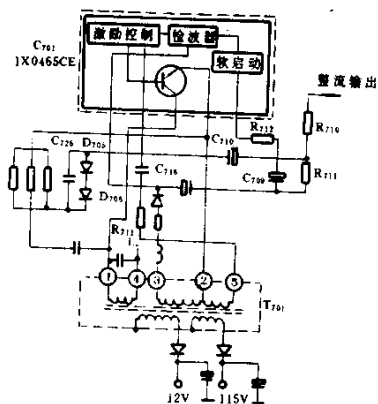
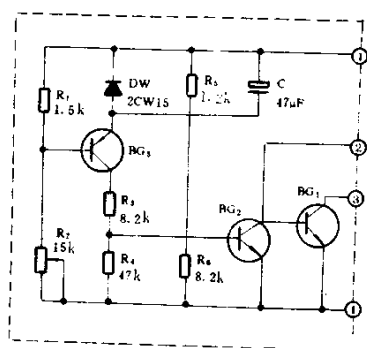

图 2-2-10 夏普 C-3700DK 彩电电源电路
图 2-2-11
目前，市面上的很多彩电都采用开关电源，尤其是进口彩电更为广泛。由于供电线路、电网等条件所限，彩电开关电源一般的故障率较高，并且很多情况都会烧坏开关电源集成块。下面以夏普 C-3700DK 彩色无光栅、无伴音的故障检修为例，来说明开关电源集成块烧坏时的检修方法。如图 2-2-10 所示。该彩电电源电路采用了开关电源集成块 I×0465CE，经检查，发现该 IC 损坏。I×0465CE 内部包括了驱动控制、保护、软启动电路以及大功率开关器等。维修时，由于无现成 I×0465CE 可供使用，故可用 STR40090 来直接代换，当然也可用 STR4090 对调引脚来代替，对应引脚为 I×0465CE 的③、②、①、④、⑤ 换接 STR4090 的①、②、③、④、⑤ 脚。还可以用图 2-2-11 所示的分立元件代换。BG₁ 开关可